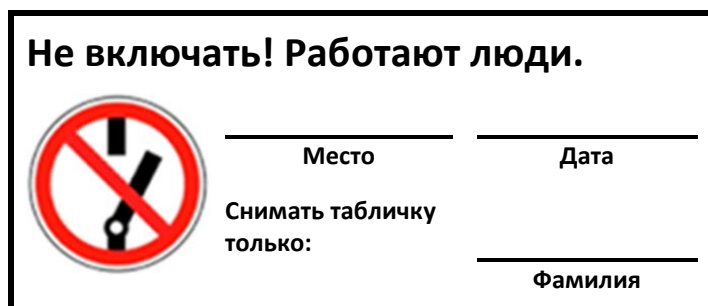

Рис. 17: предупредительная табличка «Не включать»
4. Установите на размыкателе аккумуляторной батареи хорошо видимую предупредительную табличку «Не включать» (Рис. 17).